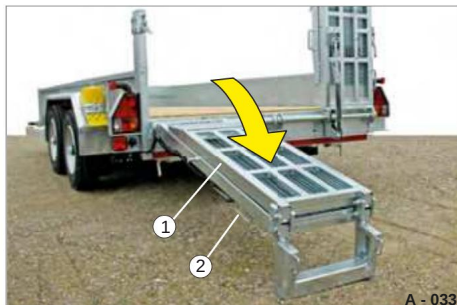

Fig. 35 Abbassamento della rampa di accesso
- ÿ Tenere la rampa di accesso lontana da sull'impugnatura (Fig. 35/2).
- ÿ Tirare o spingere la rampa di accesso (Fig. 35/1) verso il basso finché il piede di appoggio non poggia a terra.